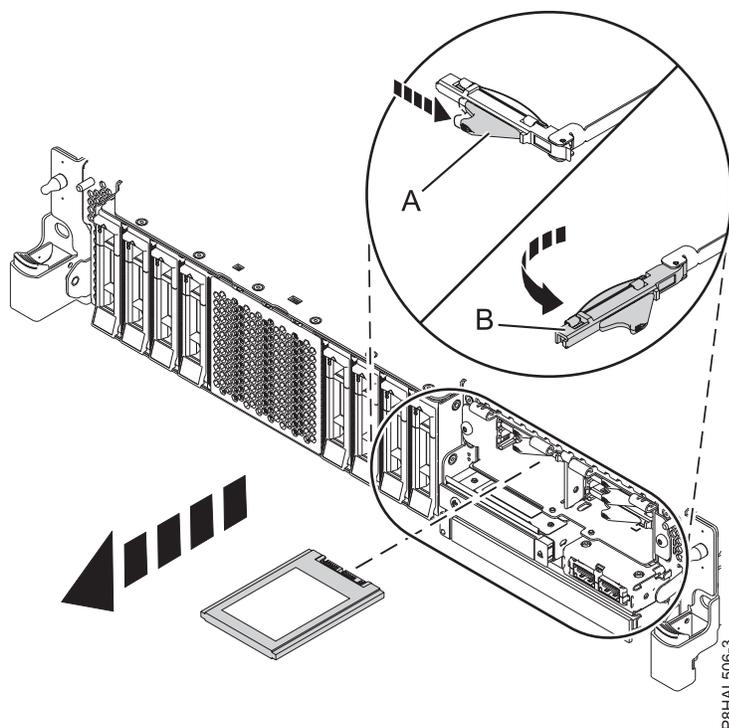

Figura 65. Remover uma unidade SSD de um sistema de função expandida
14. Quando o LED de identificação acender, desbloqueie a pega do compartimento de unidade (B) ao empurrar o trinco da pega (A) na direcção demonstrada e ao puxar a pega do compartimento de unidade (B) para fora, conforme demonstrado em Figura 65 na página 71. Se a pega não estiver completamente fora, a unidade de disco de segunda geração não poderá deslizar para fora do sistema.